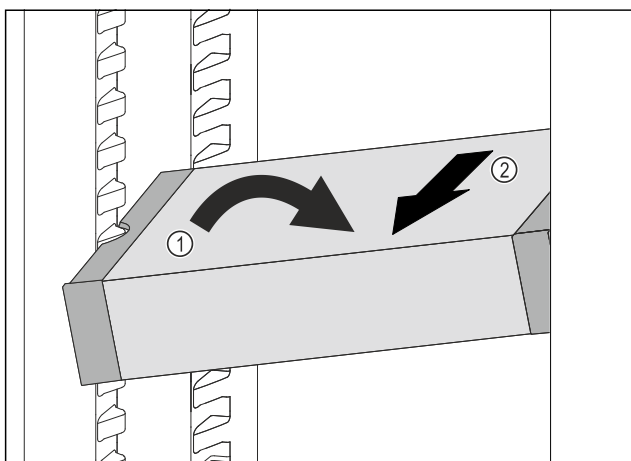

Fig. 238
- VarioSafe postavte v chladniče šikmo. Fig. 238 (1)
- VarioSafe odeberte směrem dopředu. Fig. 238 (2)